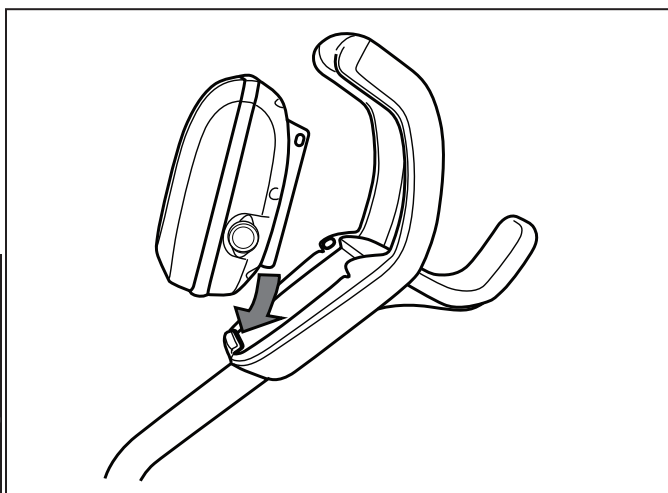

Figura 8. Coloque la unidad de control en el gancho del carrito
1. Coloque la parte inferior de la unidad de control con la muesca en la parte inferior del gancho de la unidad de control en el carrito (Figura 8).